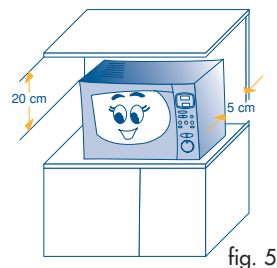

fig. 5
- 1) Nadat het apparaat uit de verpakking gehaald is, de beschermende verpakking van de draaischijf (I) en de bijbehorende houder (L) en van alle accessoires afhalen. Controleren of de pin van de draaischijf (D) correct op zijn plaats zit in het midden van de draaischijf.
- 5) **Nadat het apparaat op het werkvlak geplaatst is, controleren dat er een ruimte van ongeveer 5 cm overblijft tussen de omtrek van het apparaat en de muren aan de zijkant en aan de achterkant, en een vrije ruimte van minstens 20 cm aan de bovenkant van de oven (fig. 5).**